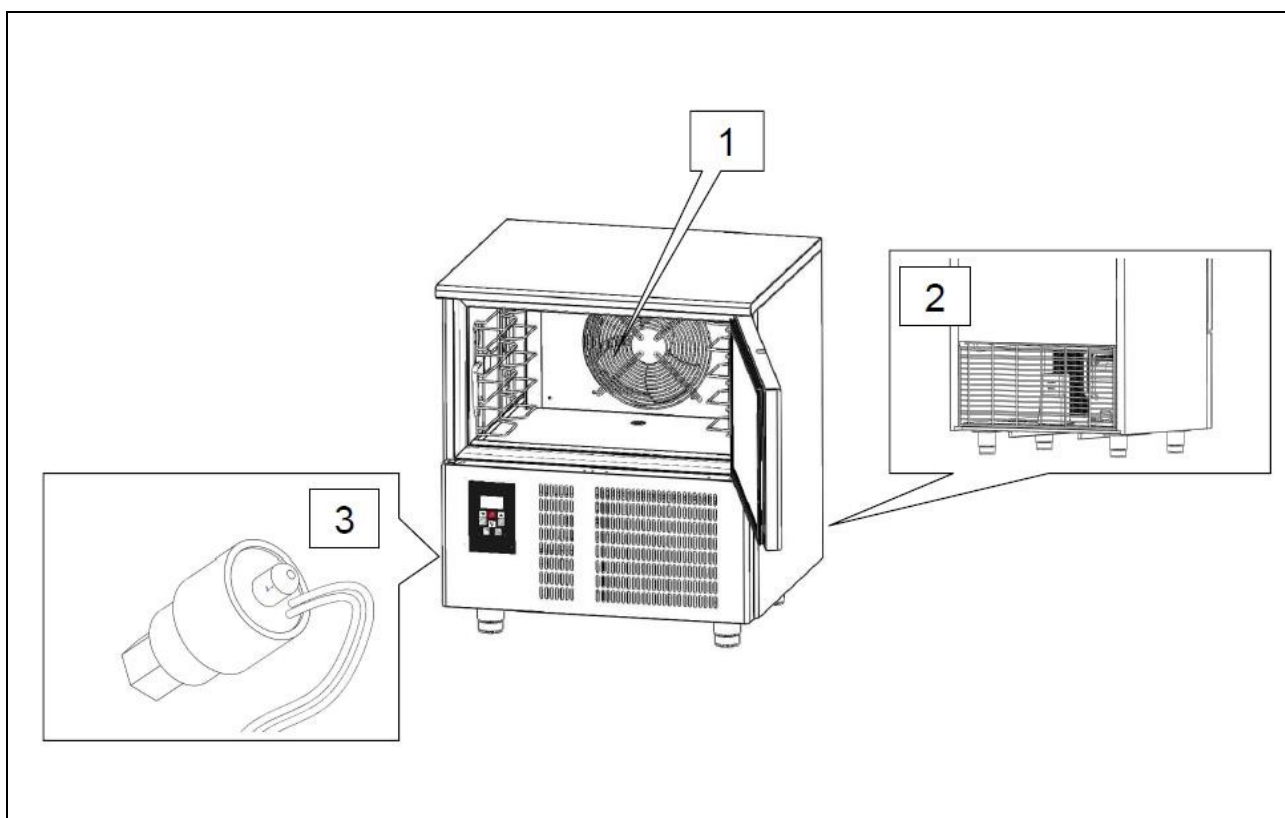

Fig. 5
- galler som täcker kylfläktar (ref. 1 fig. 5);
- gallren som täcker kondensor enheten (ref. 2 fig. 5).
- Varnings/indikering för dörröppning. Om dörren förblir öppen under en förutbestämd tid, det kommer det att visas på displayen ett meddelande "id" i kombination med ett akustiskt larm och kompressorn stängs av. Sensor (ref. 3 fig. 5) som finns på kyl kretsen varnar om någon överhettning av utrustningen sker och försätter maskinen i standby.